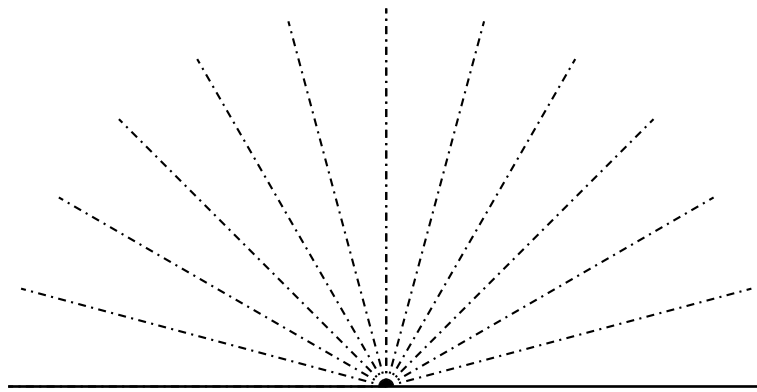

FIGURE 4 – Carte des obstacles
- Écrire un programme qui permet d'envoyer les mesures obtenus à un programme MATLAB pour représenter graphiquement l'état de l'environnement comme le montre la figure 4.